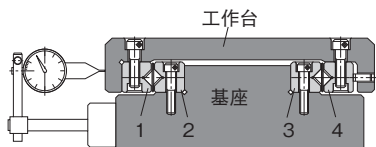

图1 交叉滚柱导轨的安装
(3) 基座与工作台按图1所示位置关系进行安装，滚柱保持器由端部插入。这时，保持器若没有间隙插不进去时，可将轨道4往调整螺栓侧挪动后再行插入。
(4) 如图1所示，设置好千分表。然后一边左右轻推工作台，一边将所有调整螺栓轻轻地拧入，直到左右没有间隙为止。
(5) 在轨道端部安装挡块。
(6) 移动工作台，通过校正保持架的位置确保得到所要求的行程长度。